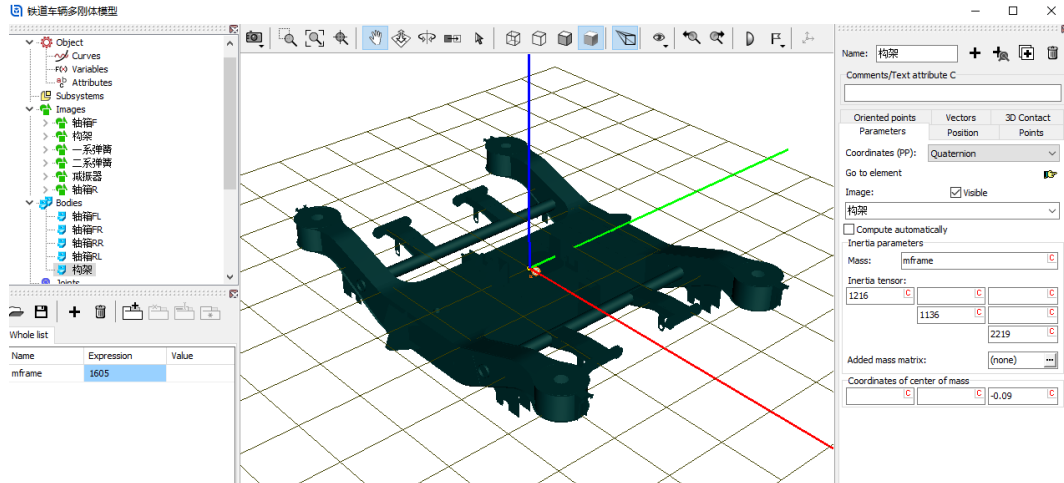

图 3-4
- 8) 创建第五个刚体，命名为**构架**，选择几何**构架**，定义质量参数 **mframe** (**1605**)，转动惯量 (**1216**, **1136**, **2219**)，质心坐标 (**0**, **0**, **-0.09**)，如图 3-4。